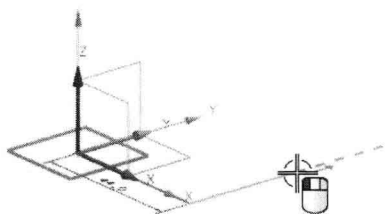

图 1-5 沿+Y方向创建竖直线
- 沿着+Y方向移动鼠标，当看到带箭头的虚线辅助线时单击屏幕位置，创建一条竖直线，如图 1-5 所示。